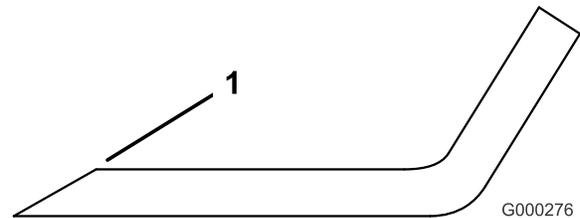

Figura 77
1. Utilice una lima para afilar el filo de corte en ambos extremos de la cuchilla (Figura 77). Mantenga el ángulo original. La cuchilla permanece equilibrada si se retira la misma cantidad de material de ambos bordes de corte.